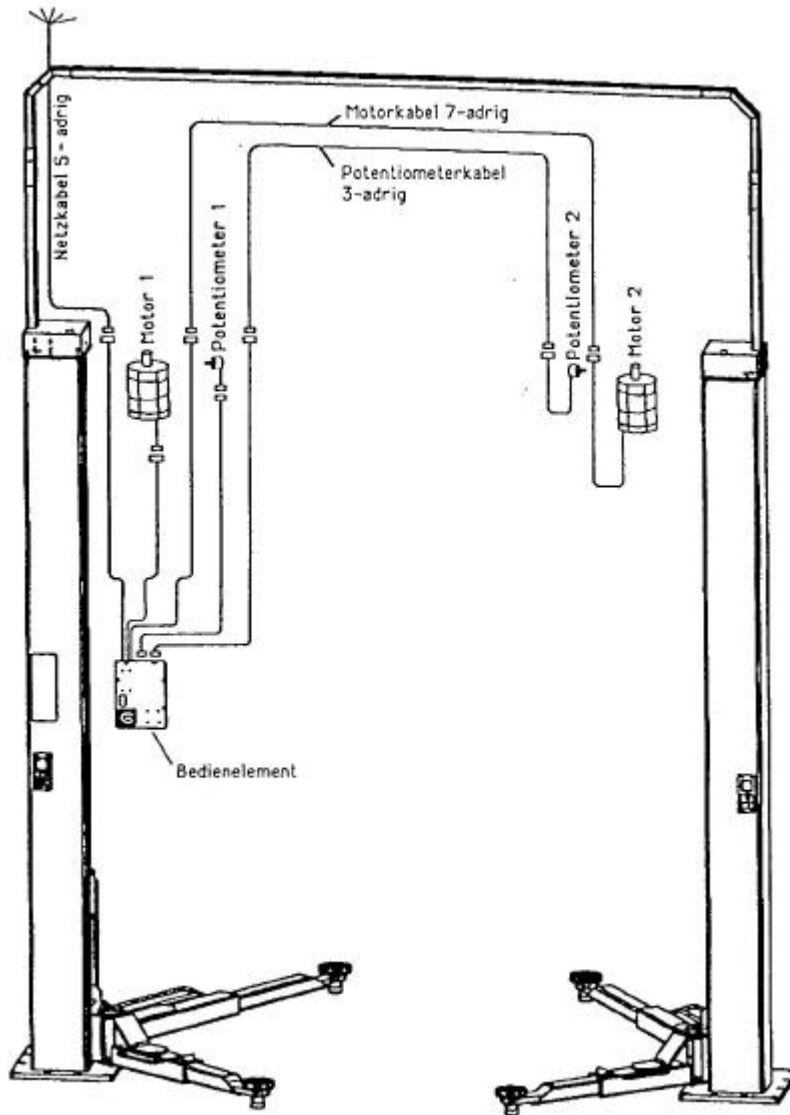

Bild.17 Kabelverlauf mit Verwendung von Steig- und Querrohr
- Kabel gemäß der Zeichnung (Bild 17) in dem Steig- und Querrohr der Hebebühne verlegen und die passenden Stecker zusammenfügen: